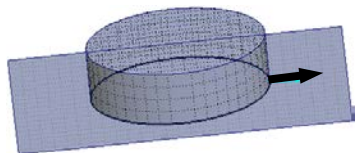

图 18.12 “合并面组”的侧
(3) 在模型中选取要合并的面组的侧，如图 18.12 所示。
(4) 在操控板中单击 **选项** 按钮，在“选项”界面中选中 **相交** 单选项，单击 按钮。